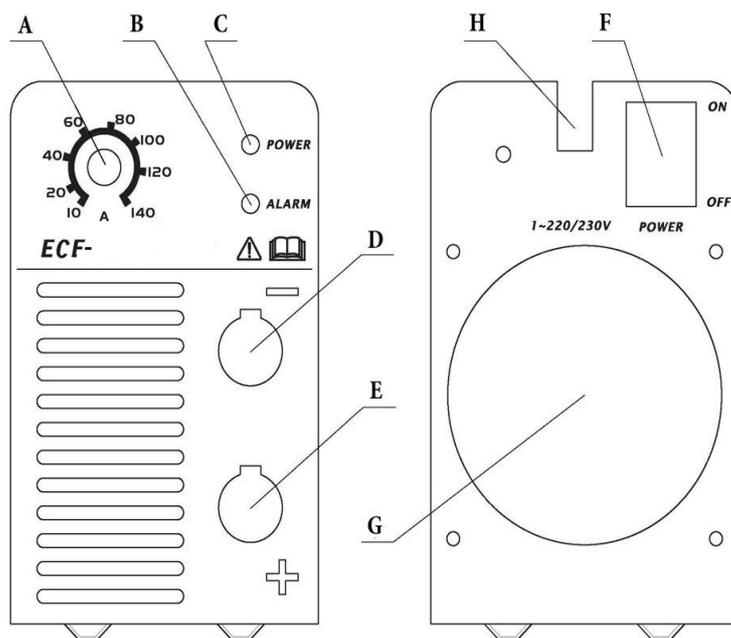

Fig. 1
Se intervengono (accensione LED B fig.1), è necessario attendere qualche minuto per avere il ripristino dell'apparecchio.
- Assicurarsi che l'interruttore F (fig.1) sia sulla posizione OFF o che la spina del cavo di alimentazione non sia inserita nella presa di alimentazione quindi collegare i cavi di saldatura rispettando la polarità richiesta dal costruttore di elettrodi che andrete ad utilizzare.
- Accendere la macchina mediante l'interruttore F (fig.1).
- Collegare il connettore del cavo di massa al polo positivo (+) E (fig. 1) della saldatrice e il morsetto al pezzo nel punto più vicino possibile alla saldatura assicurandosi che vi sia un buon contatto elettrico.
- Collegare il connettore della torcia TIG al polo negativo (-) D (fig. 1) della saldatrice.
- Accendere la macchina mediante l'interruttore F (fig. 1).